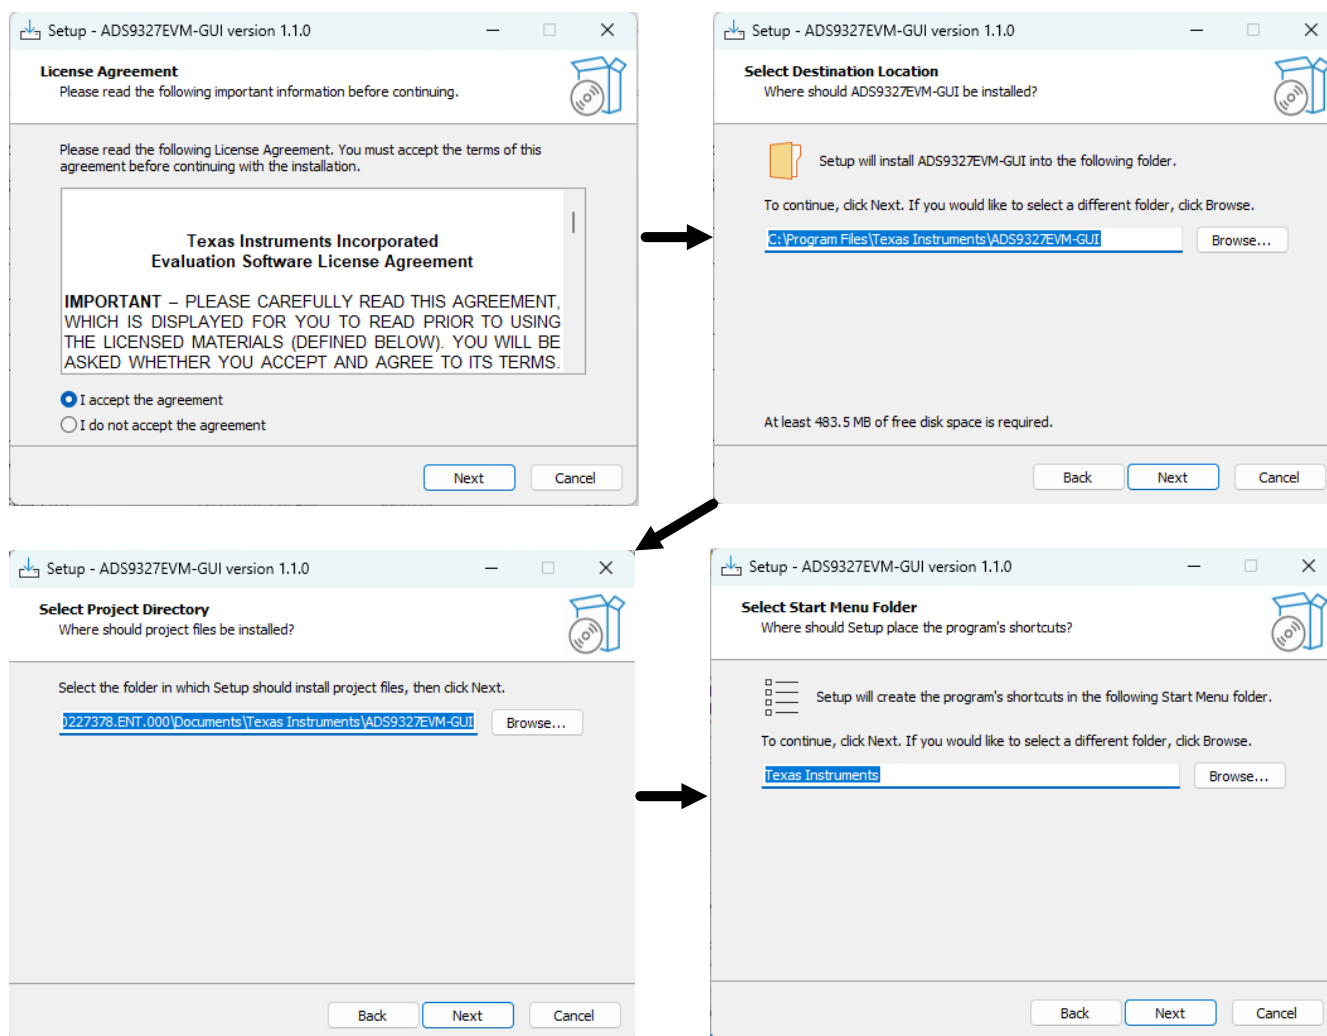
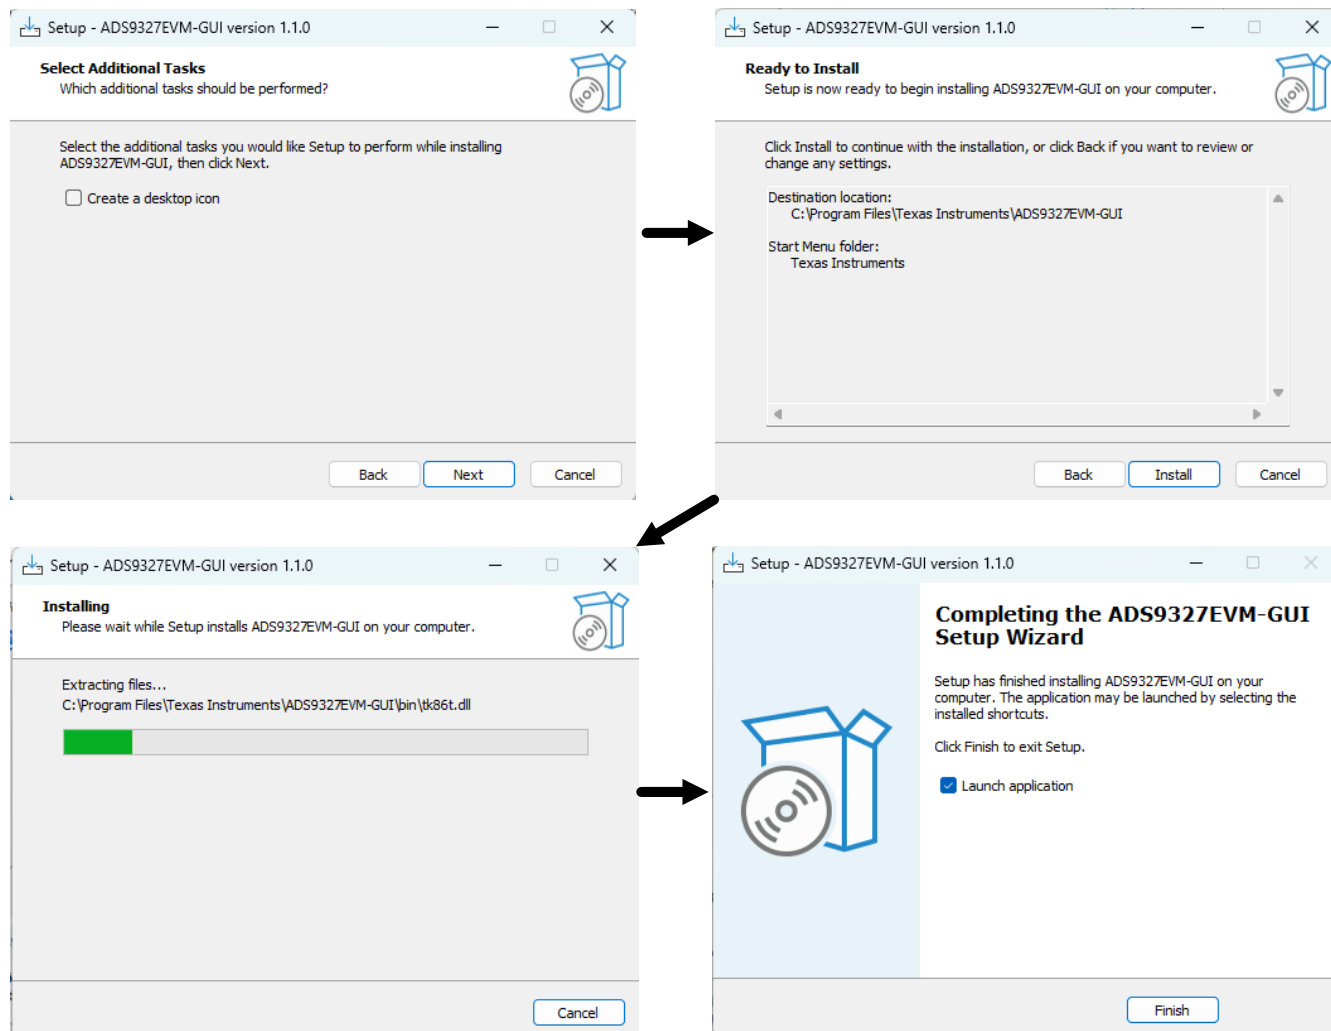

图 3-3. 软件安装 - 第 1 部分
图 3-4. 软件安装 - 第 2 部分
本节详细介绍了 ADS9327EVM 软件图形用户界面 (GUI) 的安装和操作。这些软件需要 TSWDC155EVM (单独出售) 控制器才能运行。要安装该软件 (如图 3-3 所示)：
4. 完成后，用户可以启动自述文本文件和应用程序。图 3-3 和图 3-4 展示了这些步骤。